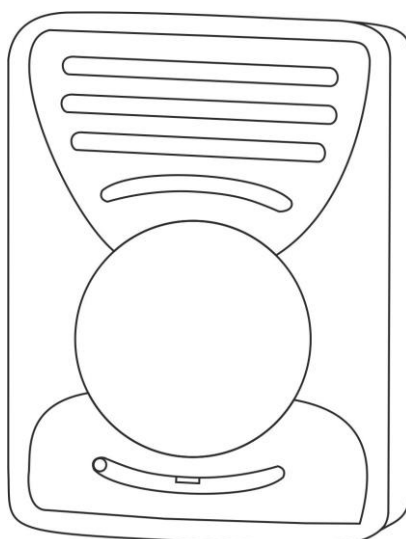

Рисунок 5.13. Абонентское устройство громкой связи GC-2001P5
4. Абонентское устройство громкой связи GC-2001P5 (рис.5.13).